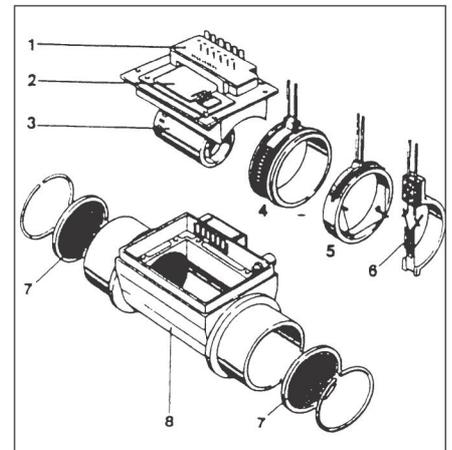

Рис. 3.23. Измеритель расхода воздуха
Количество впрыскиваемого топлива определяется ЭБУ-КСУД (17) в зависимости от объема и температуры поступающего воздуха, частоты вращения коленчатого вала двигателя, а так же от температуры охлаждающей жидкости. Основным параметром, определяющим дозировку топлива, является объем поступающего (засасываемого) воздуха, регистрируемый измерителем расхода воздуха термоанемометрического типа, обеспечивающий измерение массы поступающего воздуха независимо от атмосферного давления и температуры воздуха. Поступающий воздушный поток обтекает тонкую платиновую нить нагрева (5, см. рис. 3.23), установленную в измерителе. Нить накаливания является частью (плечом) мостовой схемы, напряжение на диагонали которой регулируется на ноль путем изменения тока нагрева. Температура нагрева нити поддерживается постоянной с помощью электронной системы управления. При увеличении массы всасываемого воздуха соответствующим образом автоматически возрастает ток накала, сохраняя тем самым постоянно температуру нити, компенсируя охлаждение, вызванное потоком воздуха. Ток накала служит мерой массы поступающего воздуха, всасываемого двигателем. Параметром определяющим массовый расход воздуха поступающий в двигатель, является напряжение, необходимое для поддержания постоянной температуры нити накаливания. В течение одной секунды, после каждого выключения двигателя по команде с ЭБУ-КСУД нить